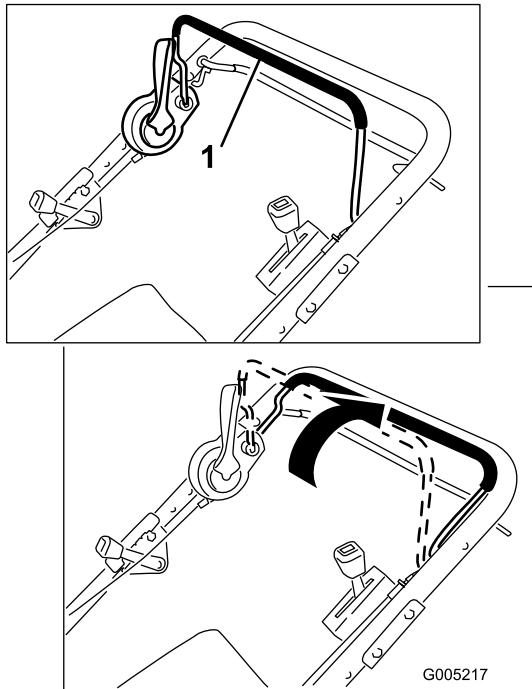

Figura 12
1. Tire de la barra de control hacia el manillar, sujetándola en esa posición (Figura 12).